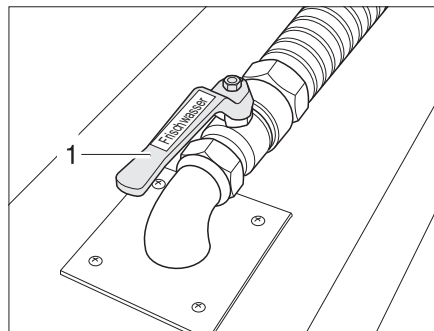

Fig. 238 Rubinetto di scarico nel doppio fondo
Il rubinetto di scarico (Fig. 238,1) si trova nel doppio fondo. Il rubinetto di scarico reca la scritta "Acqua potabile".
- Aprire il rubinetto di scarico (Fig. 238,1). L'acqua fuoriesce.